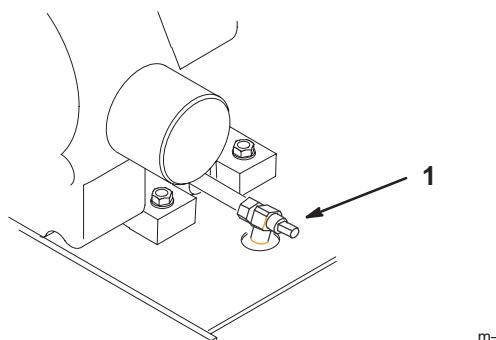

Figure 41
- Placez un bac de vidange sous l'orifice de vidange. Tournez le robinet de vidange d'huile pour permettre à l'huile de s'écouler (Fig. 41).